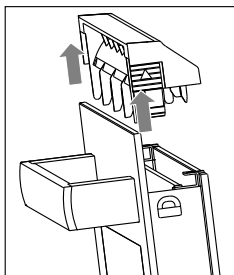

Рис. 2
2. Снимите планку, потянув ее вверх (рис. 2).